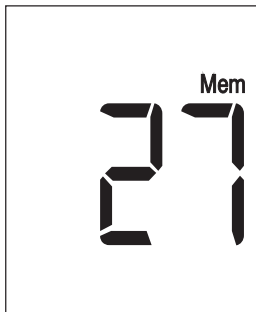
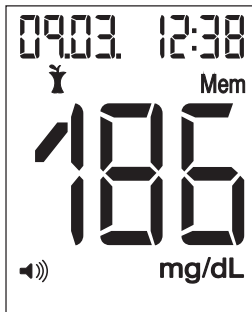

Bild 1
Bild 2
- 2 „Mem“ und die Anzahl der gespeicherten Blutzuckertests werden kurz angezeigt (Bild 1). Danach wechselt die Anzeige zu den hinterlegten Speicherwerten mit Messeinheit, Datum, Uhrzeit, „Mem“ und evtl. vorhandener Messwert-Markierung. (Bild 2).